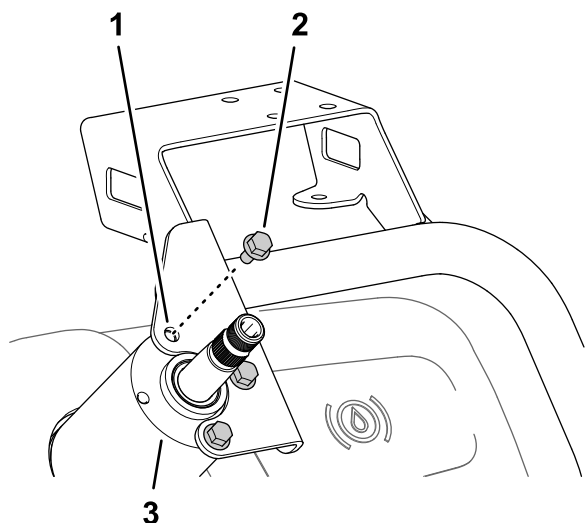

Рисунок 163
2. Установите крепление монитора на корпус клапана рулевого управления (Рисунок 163) с